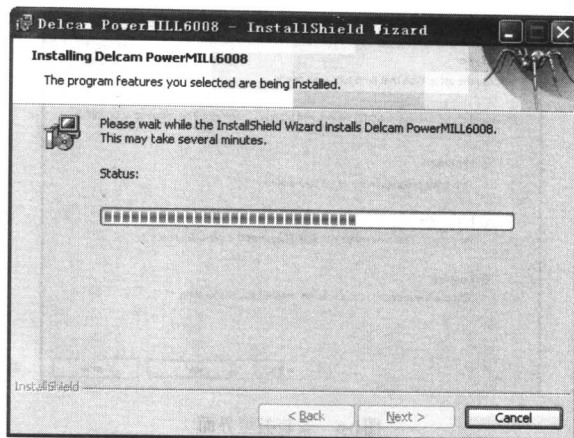

图1-9 开始安装界面
9. 单击 按钮，系统将自动进行安装并进入开始安装界面，如图 1-9 所示。